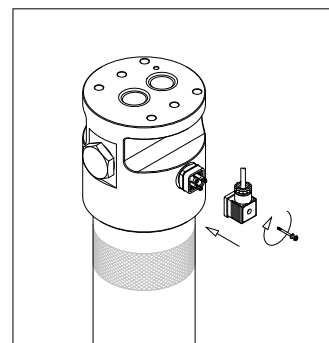

fig. 16
- (Fig. 16) Montare il connettore avvitando la vite centrale (solo per gli indicatori elettrici)